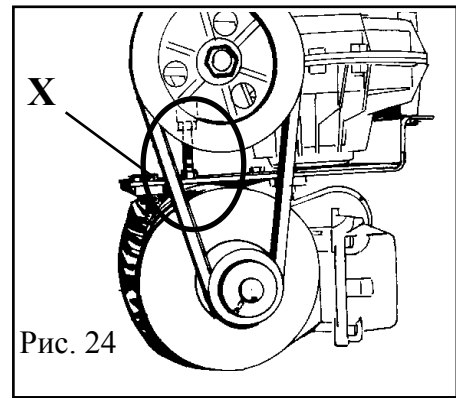

Рис. 24
- Tirare la cinghia del motore agendo sull'apposito registro X sul supporto motore (fig.24).
•Tighten the drive belt by means of the special adjusting screw X on the motor support (Fig. 24).
- Подтяните приводной ремень при помощи специального регулировочного винта (X) на кронштейне мотора (Рис. 24).
-Motorriemen mittels Regler X an der Motorhalterung ziehen (Abb. 24).
Cinghia allentata	Regolare tensione cinghia (Cap. 11 - fig. 24)
Belt loose	Adjust belt tension (Chap. 11 fig. 24)
Ослаблен приводной ремень	Отрегулируйте натяжение ремня (Глава 11 – Рис. 24)
Riemen hat sich gelockert	Riemenspannung einstellen (Kap. 11 - Abb. 24)